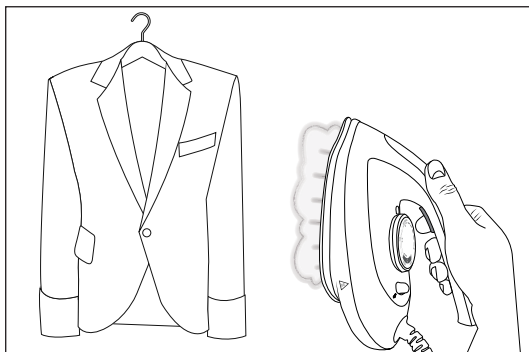

Fig. 10
- 5) Segure no ferro de engomar na posição vertical e prima o botão de vapor **2** (ver fig. 10).